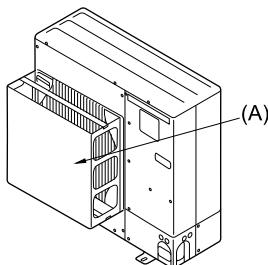
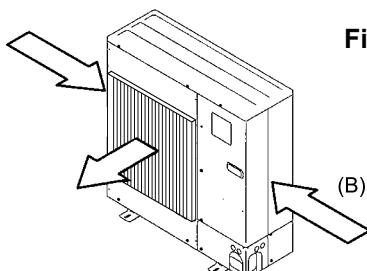

Fig. 2-4
Fig. 2-5
- (2) Monter en ekstra luftledeskærm på steder, hvor kraftig vind kan blæse direkte ind i luftgangen (Fig. 2-4).
- (A) Luftledeskærm
- (3) Anbring om muligt enheden således, at luftudblæsningen blæser vinkelret på den fremherskende vindretning. (Fig. 2-5)
- (B) Vindretning